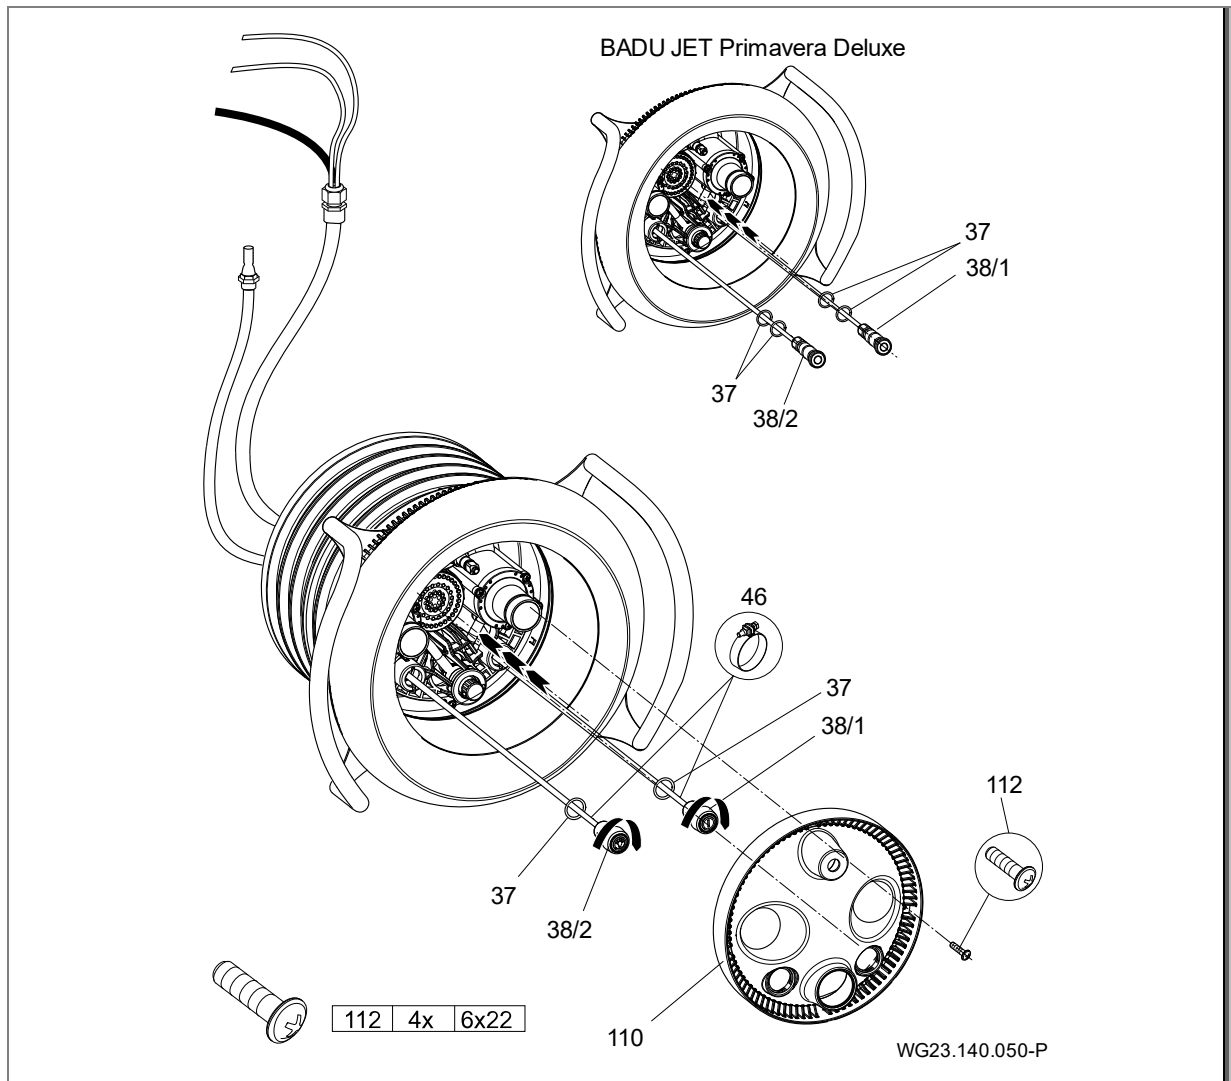

Fig. 20
8. Primavera: Calzare rispettivamente un O-ring (37) sui pulsanti pneumatici (38/1; 38/2). Fissare i tubi flessibili pneumatici ai rispettivi pulsanti utilizzando allo scopo le fascette stringitubo (46). Inserire entrambi i pulsanti pneumatici nell'alloggiamento degli ugelli e bloccarli girando in senso orario. (Fig. 20)
10. Posizionare la copertura di acciaio inox (93.1) con i noduli di centraggio sulle cavità presenti sulla copertura di aspirazione (93) e unire a pressione manualmente. Attenzione alla scritta "OBEN" (ALTO) sulla copertura di acciaio inox. Per bloccare la copertura, con un cacciavite ripiegare all'indietro le due linguette sfalsate lateralmente. (Fig. 20)